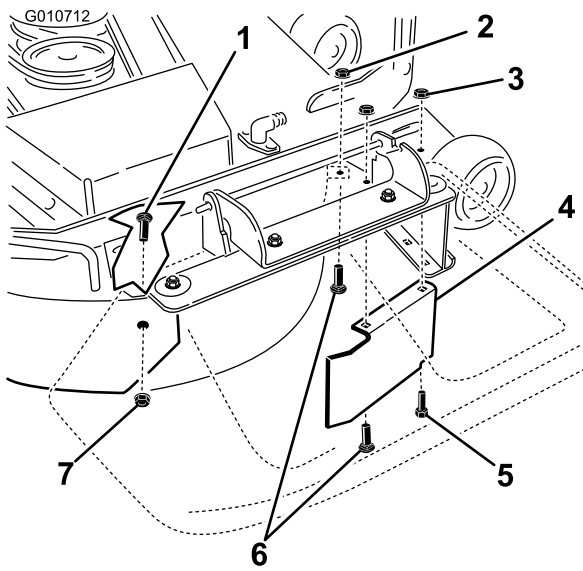

Figura 37
- Rimuovete il bullone a testa tonda (5/16 x 3/4 poll.) e il dado di bloccaggio (5/16 poll.) che fissano il deflettore al lato posteriore del piatto di taglio (Figura 37).
10. Localizzate la protezione del deflettore davanti all'apertura di scarico laterale. Rimuovete gli elementi di fissaggio che assicurano la protezione del deflettore e il deflettore destro al piatto di taglio come illustrato nella Figura 37. Rimuovete la protezione del deflettore e conservate gli elementi di fissaggio.